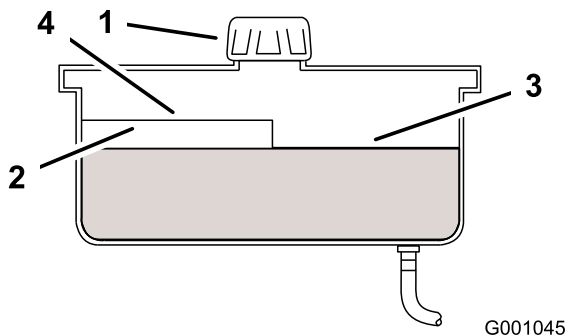

Figura 56
2. Limpie alrededor del cuello de llenado del depósito de aceite hidráulico (Figura 56).
3. Retire el tapón del cuello de llenado. Mire dentro para ver si hay aceite en el depósito (Figura 56).
Nota: El nivel de aceite debe llegar a la parte superior del nivel caliente del tabique cuando el aceite está caliente (Figura 56).